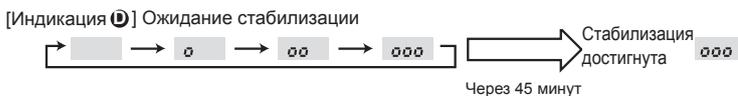

Fig. 8-3
- ③ Нажмите кнопку **FILTER** (←) для подтверждения настройки. (Fig. 8-3)